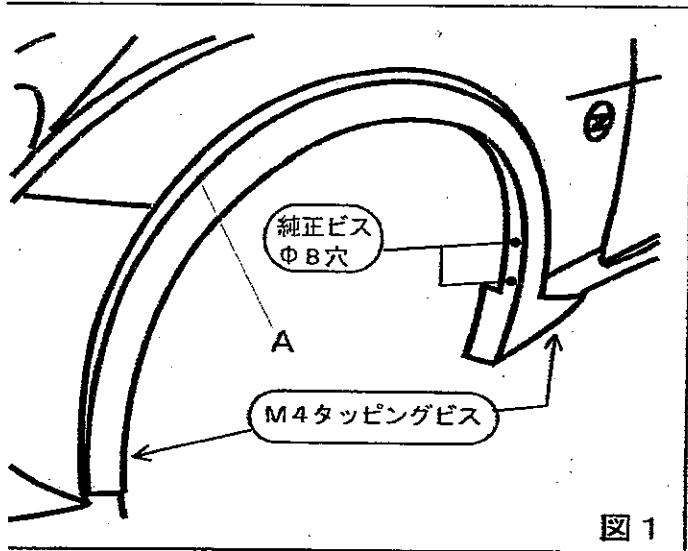

図 1
- ① 仮組み状態で取り付け穴位置の位置決めを行い、マーキングします。(図1参照)